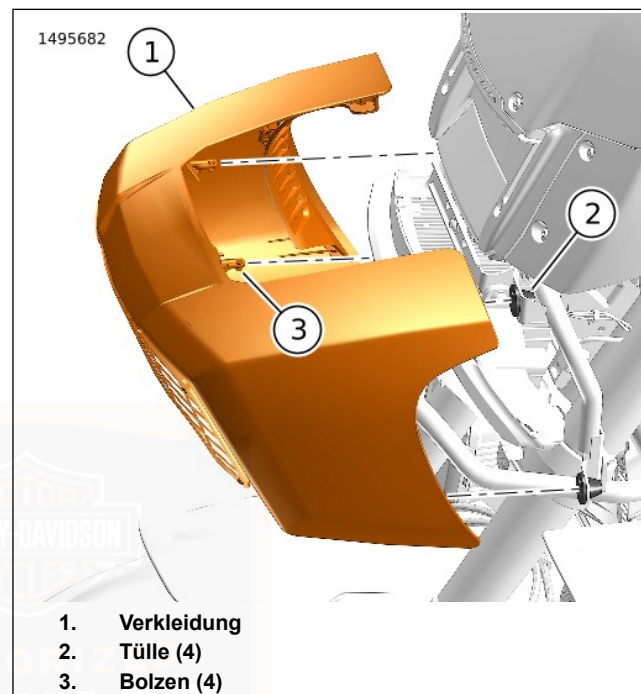

Abbildung 90. Verkleidung
1. Siehe Abbildung 90. Die Verkleidung abbauen.
- a. Die Verkleidung (1) von den Tüllen (2) wegziehen.
1. Abbildung 90 Die Verkleidung anbringen.
- a. Die Verkleidungsbolzen (3) auf die Tüllen (2) ausrichten.
- b. Die Verkleidung (1) in die Tüllen schieben.